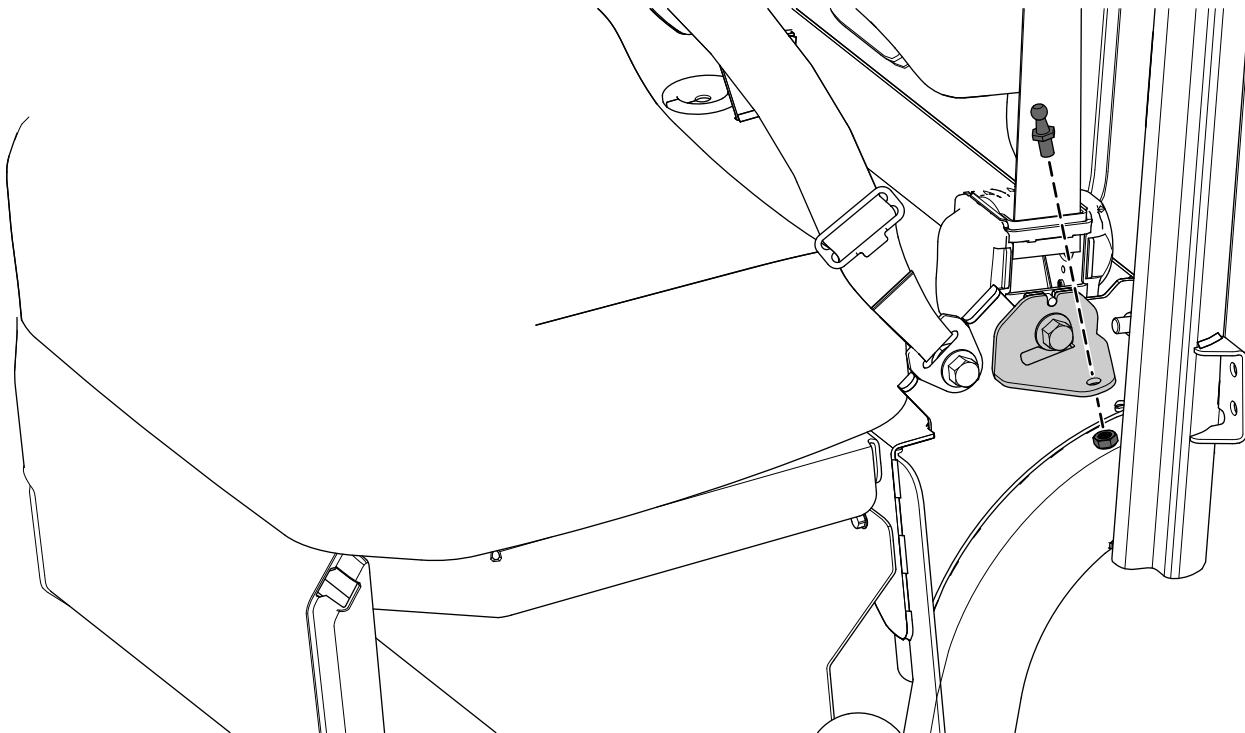

Figura 4
4. Fissate un supporto per montante alla staffa per montante della porta di sinistra utilizzando un dado di bloccaggio (5/16") come illustrato nella Figura 4.